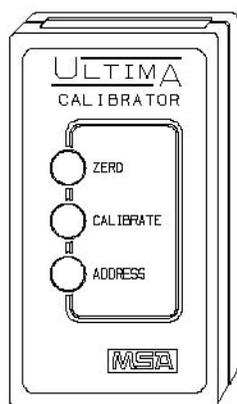

图2-2 Ultima 标定器
- Ultima 标定器，P/N: 809997（见图2-2）